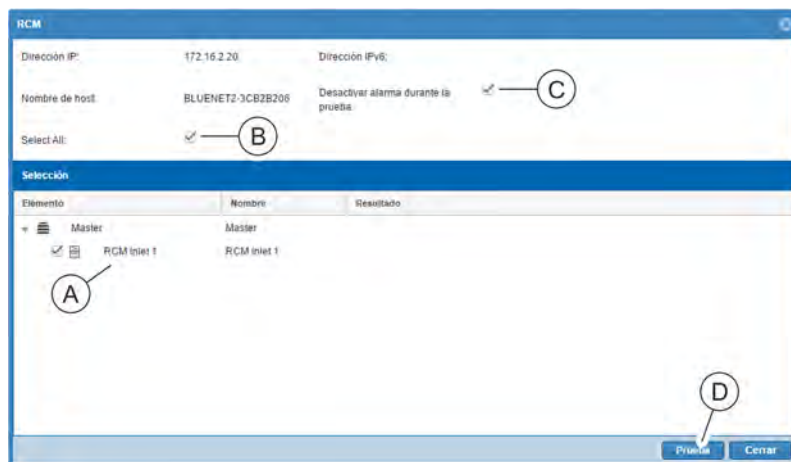

Fig. 107: Ventana "RCM"
3. Seleccione cada uno de los RCM que haya que comprobar (Fig. 107/A).
Como alternativa, seleccione todos los RCM disponibles con la casilla de verificación "Seleccionar todo" (Fig. 107/B).
4. En caso necesario, anule la selección de la casilla de verificación "Desactivar alarma durante la prueba" (Fig. 107/C) para activar la emisión de secuencias de señales durante la prueba.
5. En la ventana "RCM", haga clic en el botón "Prueba" (Fig. 107/D).